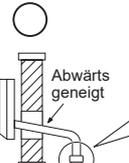

Fig. 2
- Der Ablaufschlauch sollte nach unten gerichtet sein, um ein gutes Abfließen sicherzustellen. (Fig. 2)